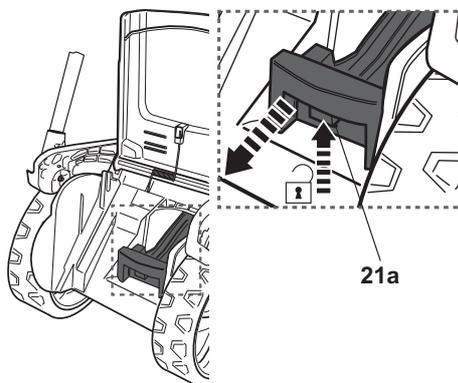

Fig.22
- > Appuyez sur le bouton de déverrouillage [21a] pour relâcher et retirer l'insert de broyage [21] (Fig. 22).